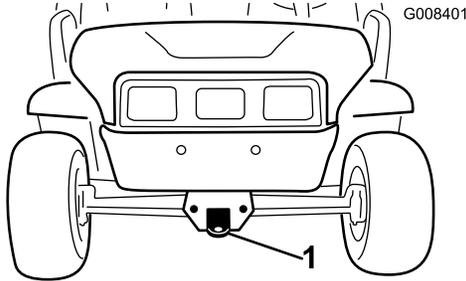
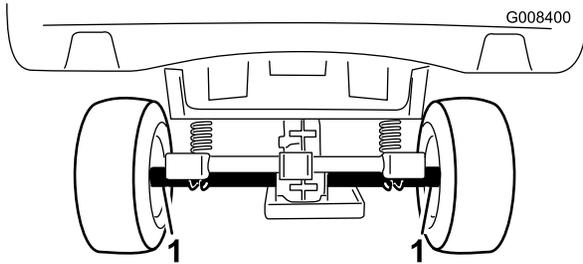

Figura 22
Figura 23
Utilice un remolque con rampas de ancho completo para mover la máquina a gran distancia. Asegúrese de que la máquina está firmemente amarrada al remolque. Consulte en Figura 22 y Figura 23 la ubicación de los puntos de amarre de la máquina.
2. Conecte un cable de remolque al punto de remolque, en la parte delantera del bastidor de la máquina (Figura 22).